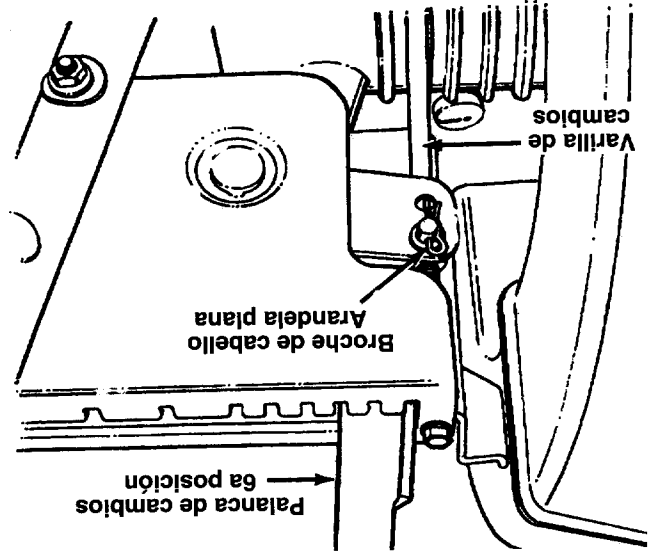

FIGURA 25.
- La vara de cambios debe ajustarse, si la varilla de cambios está en la posición 1 ó R1, pero la unidad no muestra ningún movimiento de avance o retroceso según sea el caso. Vea la figura 25.